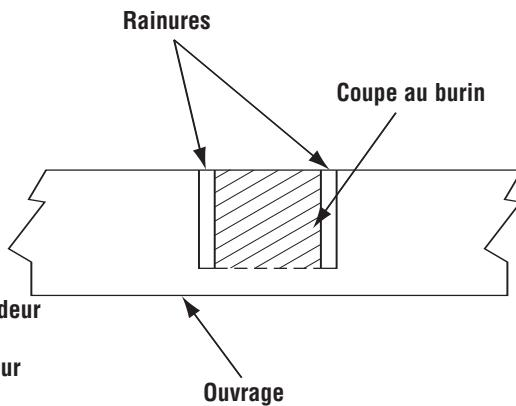

Figure 32. Rainure coupée grossièrement
5. Utilisez un burin à bois ou effectuez des passes multiples faisant glisser le bois pour enlever le matériau entre les rainures extérieures (Figure 32).